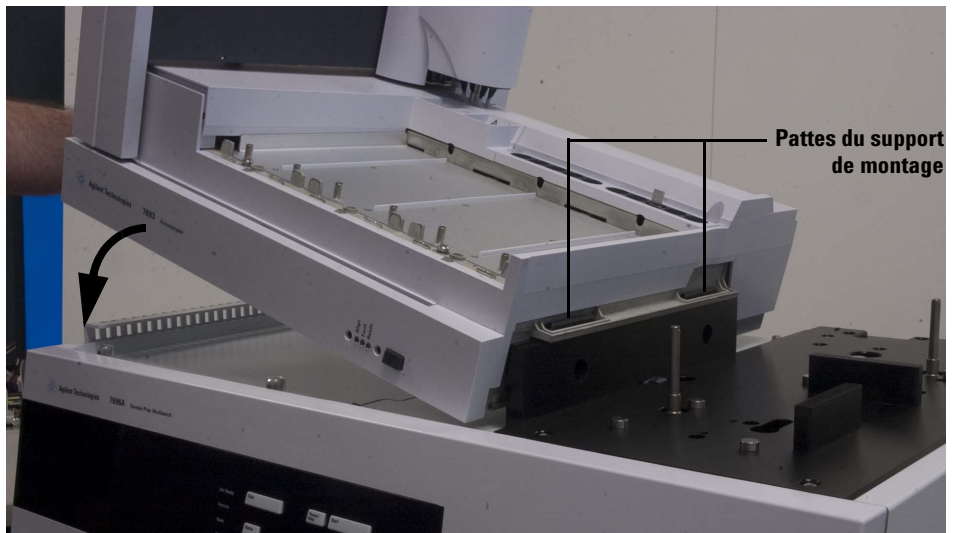

Figure 12 Installation de la tour avant sur le châssis
- 1 Abaissez le porte-échantillons sur la base du châssis avec précaution, en le tenant à deux mains. Faites coïncider les languettes du support du porte-échantillons avec le support du châssis (Figure 12). Abaissez le porte-échantillons selon un angle permettant à la languette inférieure du support de s'insérer dans la fixation du support du châssis. Veillez à faire coïncider les languettes du support du porte-échantillons avec le support du châssis.